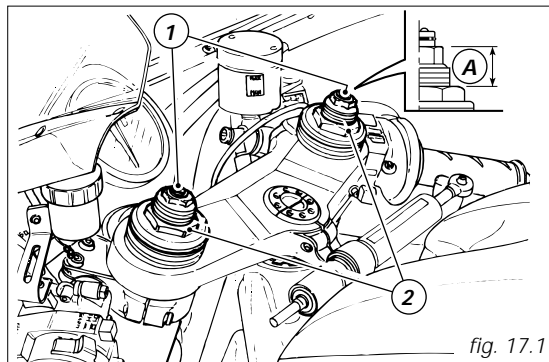

fig. 17.1
- 1) (fig. 17.1) per modificare il freno idraulico in estensione;
- 2) (fig. 17.1) per modificare il precarico delle molle interne;
Il valore del precarico (A, fig. 17.1) può variare tra 25 e 10 mm.